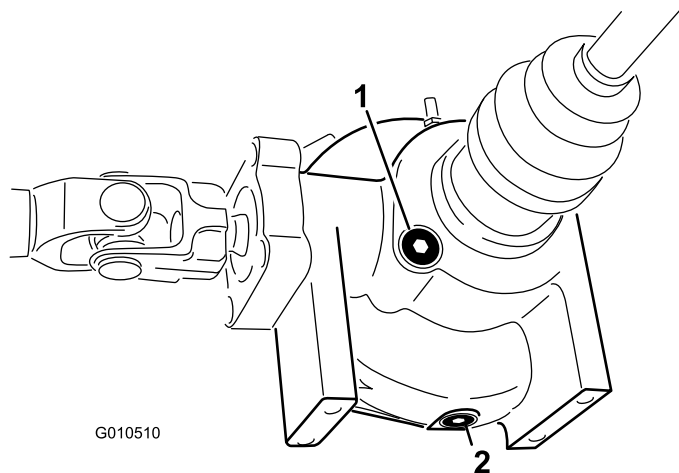

Figura 54
2. Limpe a área em torno do bujão de dreno na parte lateral do diferencial (Figura 54). Coloque um recipiente de escoamento debaixo do tampão de escoamento.